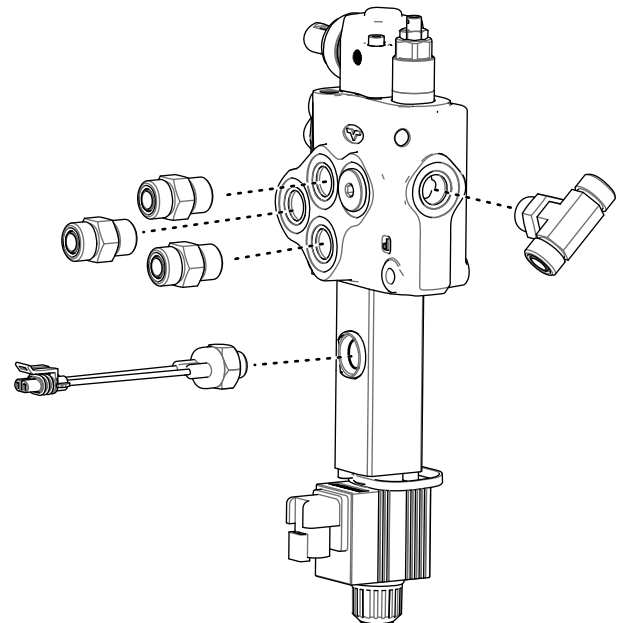

Figura 13
4. Montate i 3 raccordi diritti nei 3 fori laterali (Figura 13).
6. Serrate a mano il raccordo a T, poi orientate le estremità a un angolo di 45 gradi, come illustrato nella Figura 13.
8. Rimuovete il tappo dal lato della nuova valvola ausiliaria e avvitate l'interruttore a sfera nel foro (Figura 13).